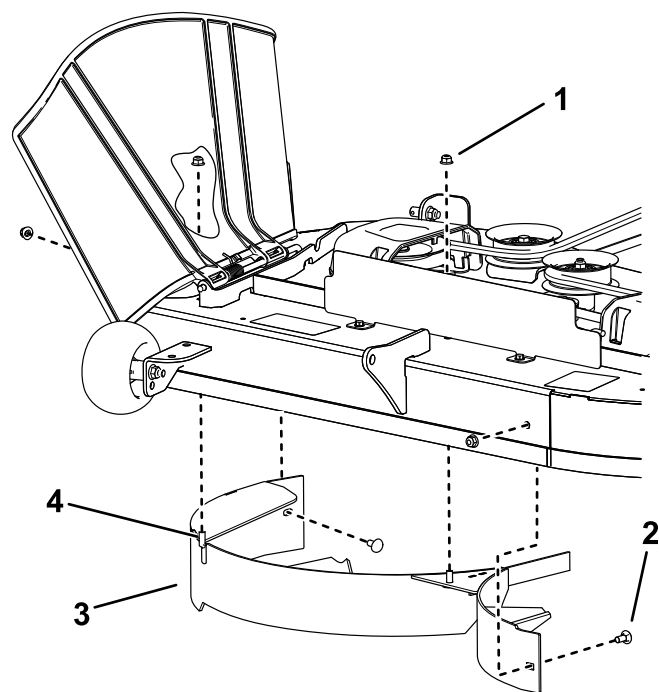

Figura 12
4. Îndepărtați cele 2 contrapiulițe (5/16") de pe suporturile sudate ale deflectorului (Figura 12).
5. Îndepărtați cele 2 uruburi de fixare și cele 2 contrapiulițe care fixează deflectorul pe punte și îndepărtați deflectorul (Figura 12).
6. Localizați cele 2 boluri printre accesorii și folosiți contrapiulițele existente pentru a monta aceste elemente de fixare în utilizate pentru suporturile sudate (Figura 12), pentru a împiedica proiectarea reziduurilor.